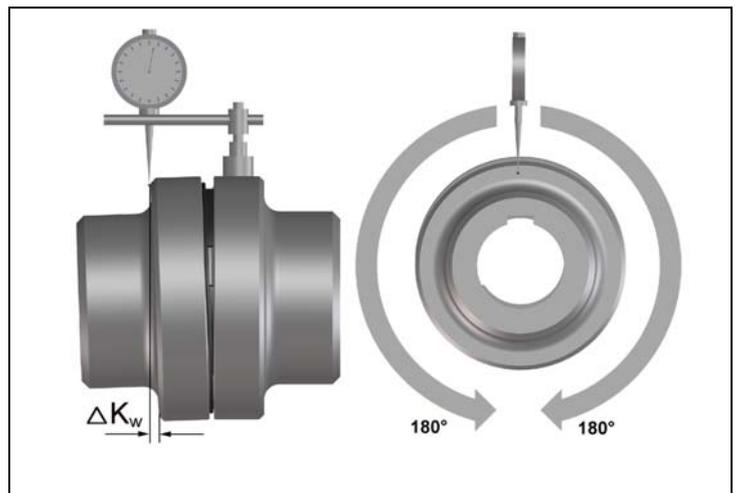

Fig. 6
- Mesurer sur le côté sur un tour complet (360°) au niveau du diamètre extérieur. Ce faisant, déterminer la déviation la plus grande  $\Delta K_{w1}$  et la déviation la plus petite  $\Delta K_{w2}$  (Fig. 6).